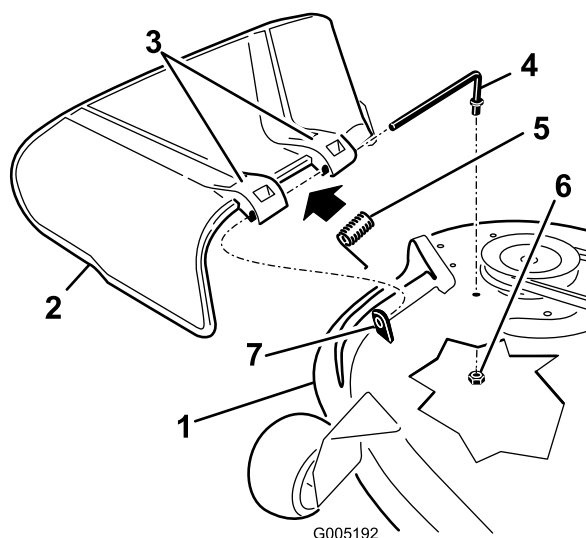

Figura 58
- Retire la tuerca ($\frac{3}{8}$ ") de la varilla (debajo del cortacésped) (Figura 58).
- Retire la varilla del espaciador corto, del muelle y del deflector de hierba (Figura 58).
- Vuelva a colocar el deflector de hierba (Figura 58).
- Deslice la varilla por el segundo soporte del deflector de hierba (Figura 58).
- Sujete el extremo trasero de la varilla al cortacésped con una tuerca ($\frac{3}{8}$ "), según se muestra en Figura 58.